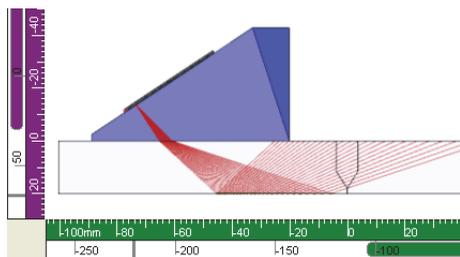

Рис. 10-4 Выбор группы во вкладке **Groups** для дублирования
1. Во вкладке **Groups** выберите из списка одну или более групп, которые вы хотите дублировать (см. Рис. 10-4 на стр. 147).